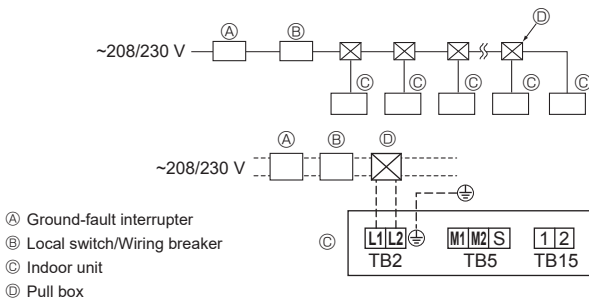

Fig. 5-7
5.2. Power supply wiring (Fig. 5-7)